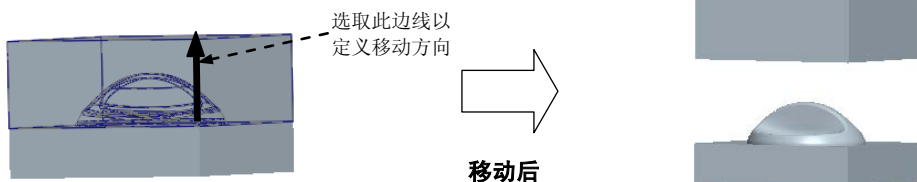

图 11.10 移动上模
Step3. 在系统 **通过选择边、轴或面选择分解方向.** 的提示下, 选取图 11.10 所示的边线, 然后在 **输入沿指定方向的位移** 的提示下, 输入上模的移动距离值 50, 按 Enter 键。
Step4. 在 **DEFINE STEP (定义步骤)** 菜单中选择 **Done (完成)** 命令。移出后的上模如图 11.10 所示。